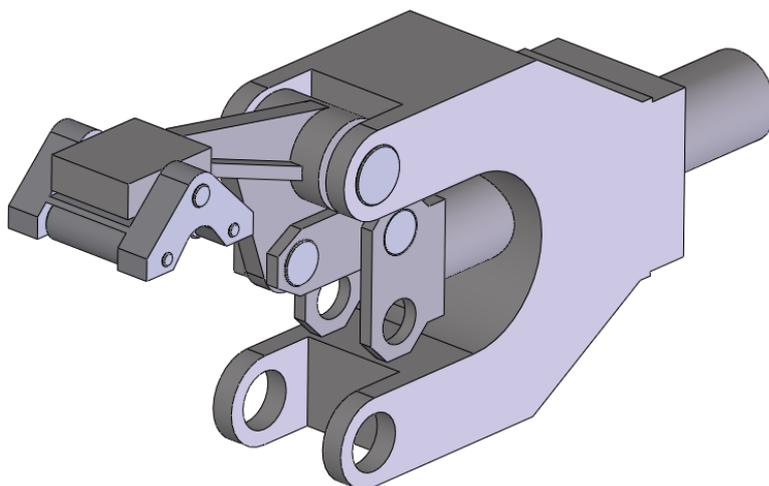

Рис. 11.45 Клещи с установленным в него Механизмом
15) Устанавливаем *Механизм рычажный* в *Вилку манипулятора*, производя сопряжения на уровне главной сборки. Для этого назначаем сопряжения  **Концентричность** между осями механизмов и отверстиями под них, а выравнивание по ширине пазов осуществляем при помощи сопряжения  **Ширина**. Результат описанных действий представлен на рис.11.45.